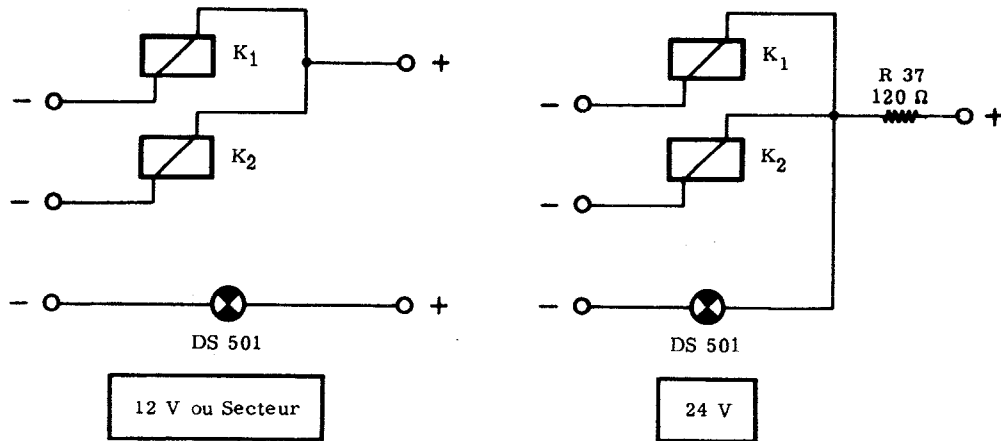

Fig. 38 - Schéma simplifié de la commutation 12/24 V des relais K 1, K 2 et du voyant DS 501.
- Relais K 1, K 2 et voyant DS 501 (E 8) (fig. 38).